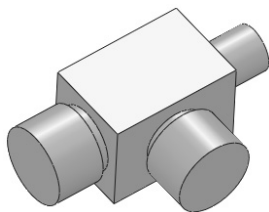

图 7-56 创建球头螺柱基体
8) 创建球头螺柱基体。单击“特征”控制面板中的 (拉伸凸台/基体) 按钮，或选择菜单栏中的“插入”→“凸台/基体”→“拉伸”命令，在弹出的“凸台-拉伸”属性管理器中设置拉伸终止条件为“给定深度”，在 (深度) 文本框中输入“12.5”，其他选项保持系统默认设置，单击 (确定) 按钮，生成球头螺柱基体，如图7-56所示。